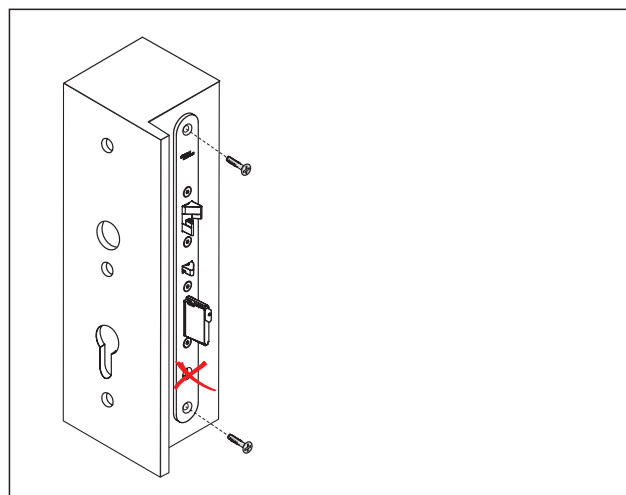

Fig. 23 Screw door lock tight
4. Screw the door lock tight (Abb. 23).